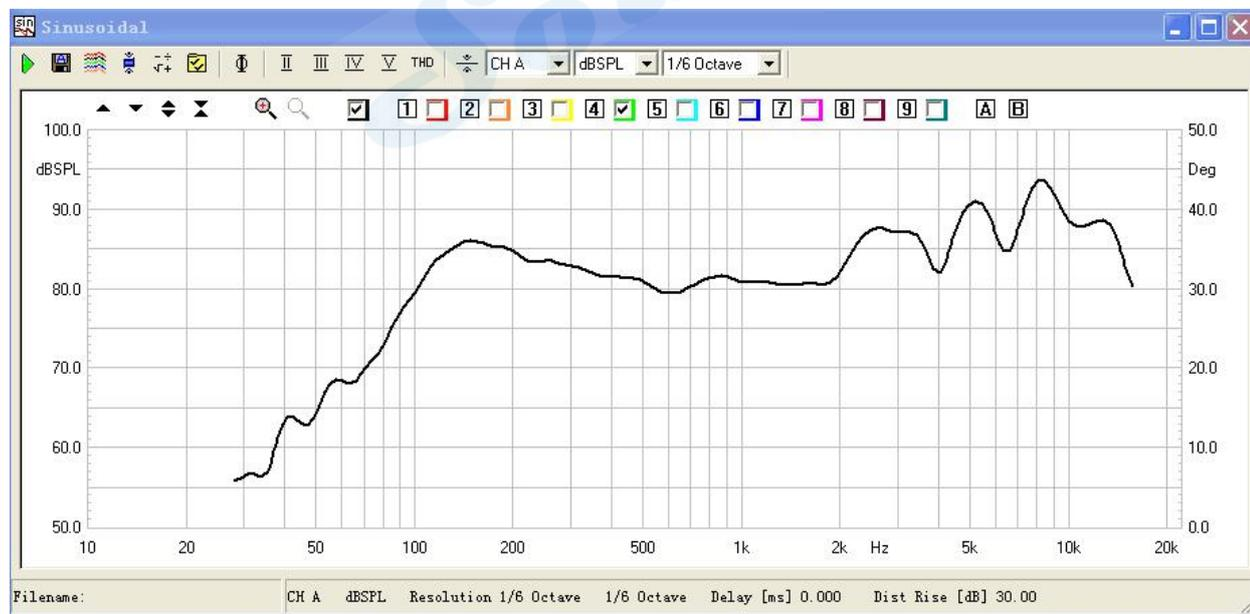

图 10-11
2) 点击正弦波  界面如图10-11：选择A通道，Y轴的测量单位为dB SPL
按G键开始第一次测量结果如图10-11